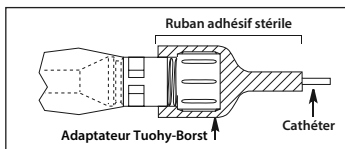

Figure 8
- L'extrémité de l'adaptateur Tuohy-Borst de la gaine anticontamination du cathéter doit être fixée à l'aide de ruban adhésif stérile pour empêcher le mouvement du cathéter d'insertion (voir Figure 8).